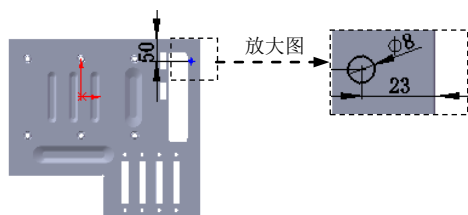

图 17.10.117 横断面草图
(3) 定义孔的参数。在“孔”对话框 **方向1** 区域的下拉列表中选择 **完全贯穿** 选项。在 **方向1** 区域的  文本框中输入数值 8.0。
(4) 单击“孔”对话框中的  按钮，完成孔 7 的创建。
(5) 编辑孔的定位。在设计树中右击  **孔7**，在系统弹出的快捷菜单中单击  命令，进入草图环境。绘制图 17.10.117 所示的横断面草图。单击  按钮，退出草图环境。